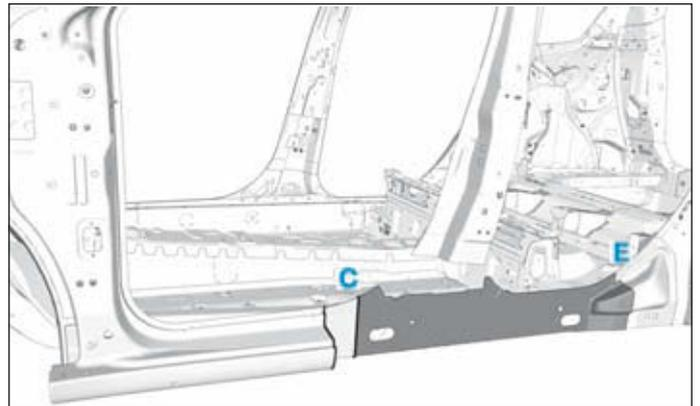

FIG.54
- Respecter les lignes de coupe (C) et (E) (Fig.54).